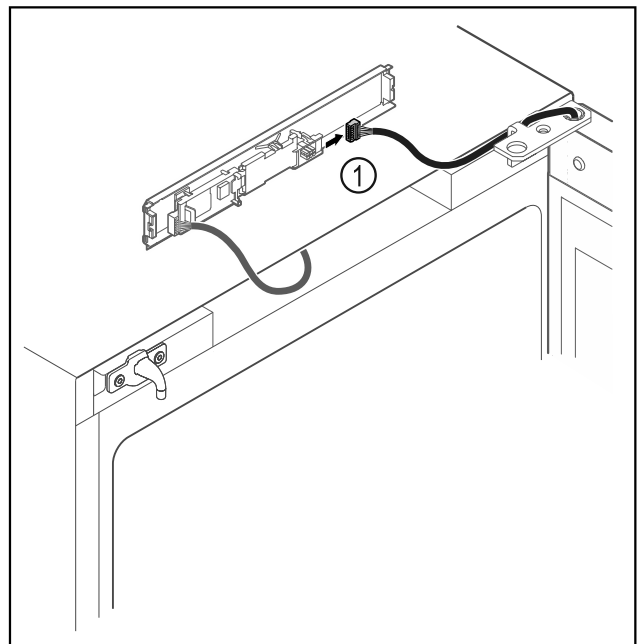

Fig. 17
- Stecker Fig. 17 (1) von Platine abstecken.